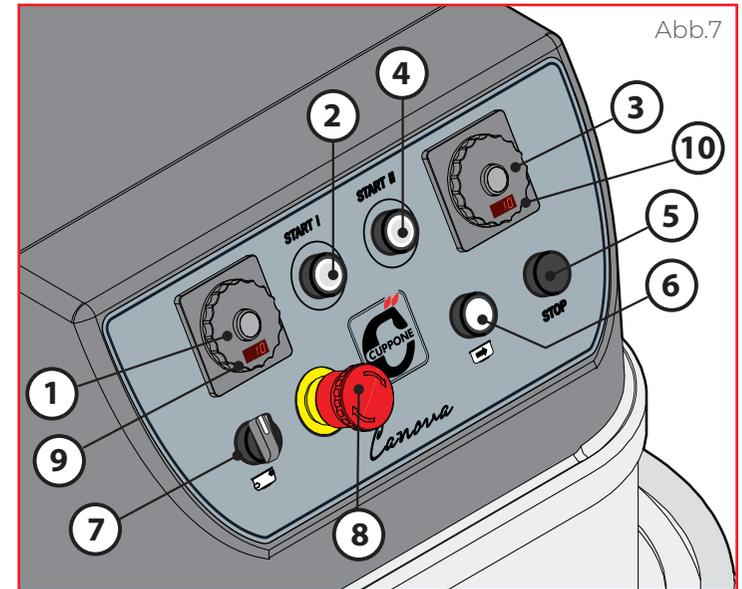

Abb.7
► **Abb.7** Die Verarbeitung kann auf eine der folgenden Arten gestartet werden: